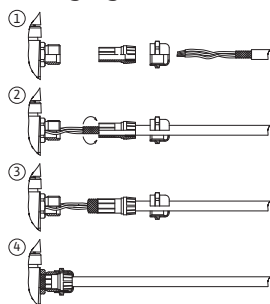

Fig. 27: Skärmklämma
Skärmen ansluts till kabelgenomföringen på elektronikmodulen. Se Fig. 27.
Kablarna till de digitala ingångarna, analoga ingångarna och busskommunikationen måste vara avskärmade via metallkabelförskruvningen till kabelgenomföringen (Fig. 19, pos. 4, 5 och 6). Avskärmning se Fig. 27.